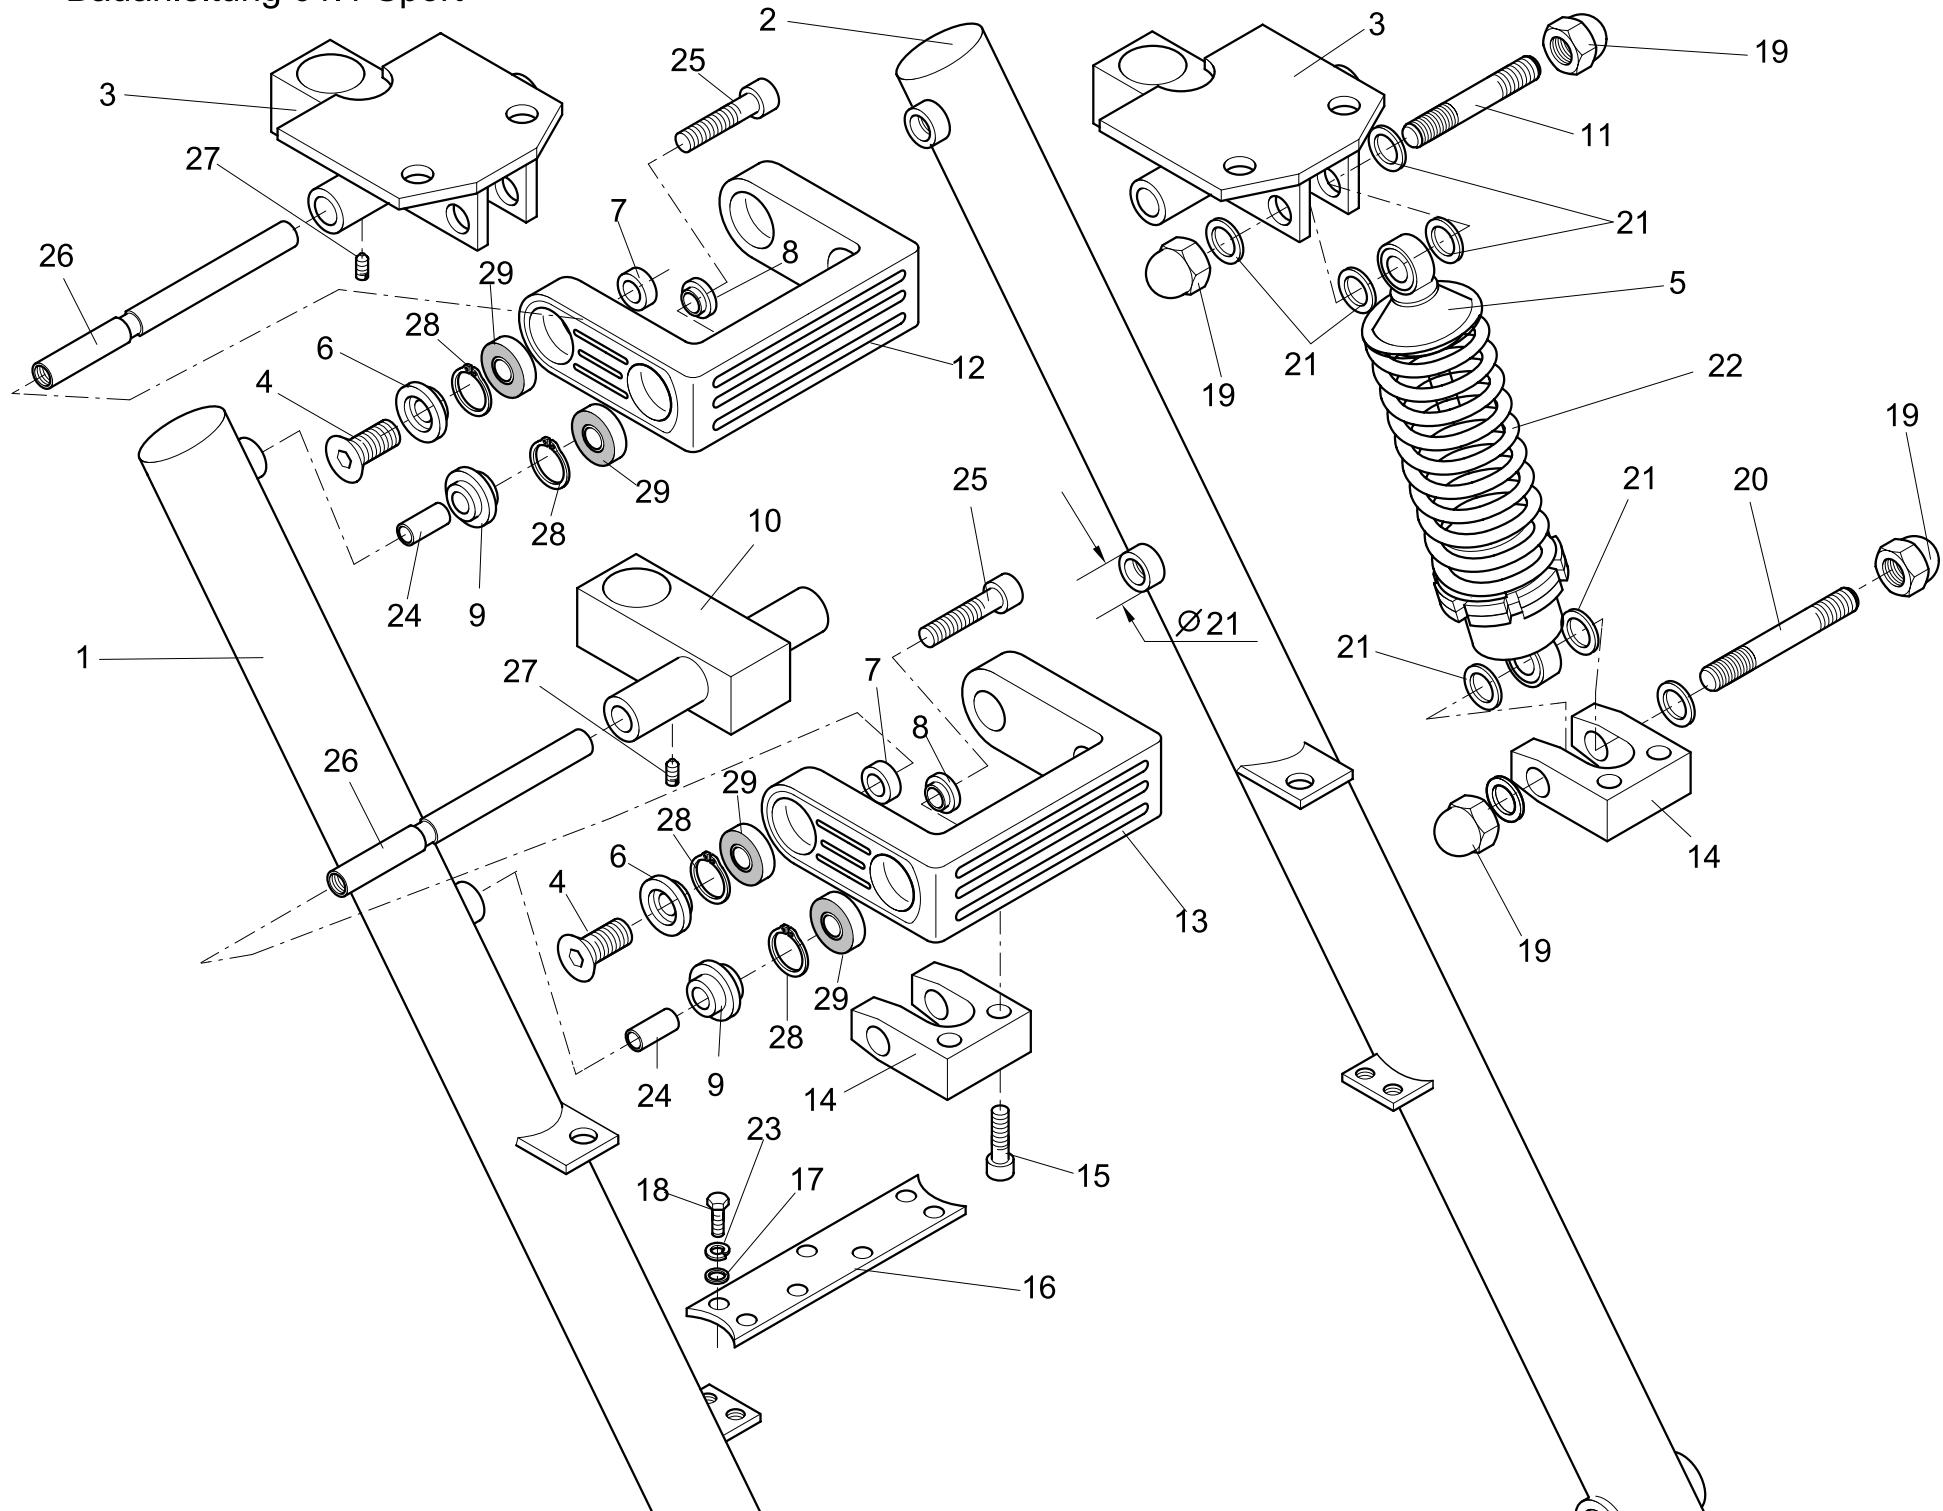

Abbildung 01.1 Sport
- Bild 01.1 Lenkgabel Sport-line